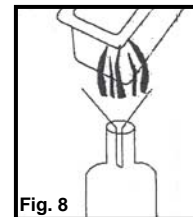
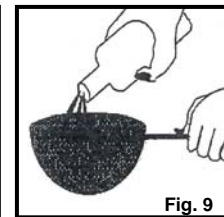

Fig. 8
Fig. 9
- Il n'est pas nécessaire de changer l'huile après chaque utilisation. En règle générale, l'huile sera rapidement contaminée par la friture d'aliments à haute teneur en protéine, tels que le poulet, la viande ou le poisson. Lorsque l'huile est utilisée principalement pour les pommes de terre frites et qu'elle est filtrée après chaque utilisation, elle peut être réutilisée de 8 à 10 fois. Cependant, n'utilisez pas la même huile pour des périodes de plus de six (6) mois.
- Avant de filtrer l'huile, assurez-vous qu'elle est refroidie. Videz l'huile du récipient d'huile dans un autre contenant ou bouteille (Fig. 8). Lavez et séchez le récipient d'huile et le panier. Remplissez le récipient d'huile en vidant l'huile à travers un tamis ou un filtre de papier (Fig. 9).